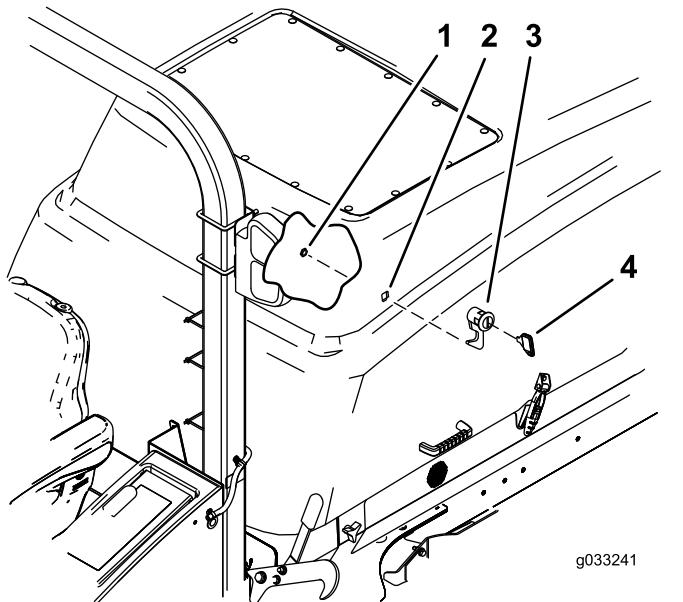

Figura 1
3. Retire a porca de bloqueio do trinco do capot (Figura 1).
4. Instale o trinco de bloqueio através do furo quadrado do lado esquerdo do capot (Figura 1).